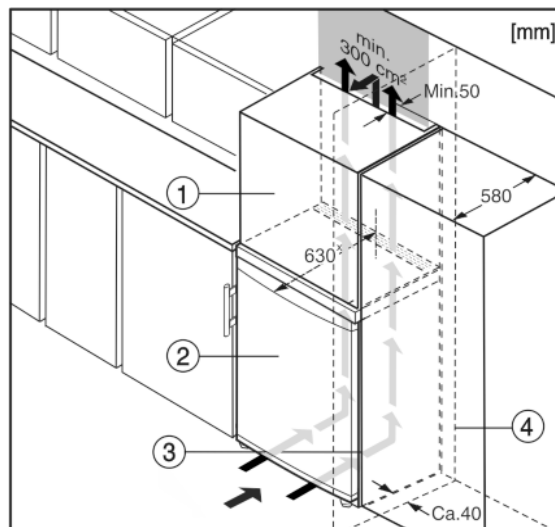

Fig. 10
L'appareil peut être entouré de meubles de cuisine. Pour adapter l'appareil Fig. 10 (2) à la hauteur des placards de la cuisine intégrée, on peut placer un élément haut Fig. 10 (1) au-dessus de l'appareil.
Lors de la transformation avec des placards de cuisine (profondeur max. 580 mm), l'appareil peut être placé directement à côté du placard de cuisine Fig. 10 (3). L'appareil dépasse latéralement de 34 mmx et de 50 mmx au centre de l'appareil par rapport à la face avant du placard de cuisine.
Si l'appareil est installé avec les charnières à côté d'un mur Fig. 10 (4), la distance entre l'appareil et le mur doit être de 40 mm min. Ceci correspond à la saillie de la poignée lorsque la porte est ouverte.